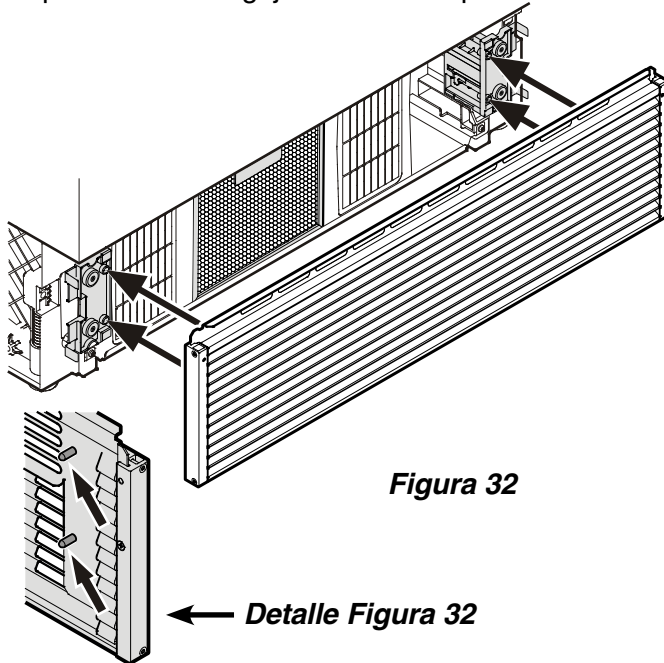

**Figura 31**
- Presione el botón del filtro de aire, inclínelo hacia adelante y retírelo - **Figura 31**.